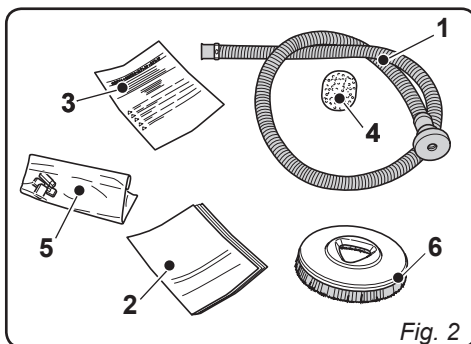

Fig. 2
- Retirar el sobre (1) con los accesorios de equipamiento y la caja (2) con el cepillo.
2.1.a - Equipamiento de la máquina (Fig. 2)